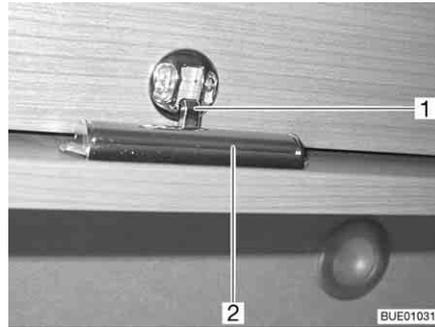

Bild 46 Möbelklappe mit Entriegelungsleiste
- Entriegelungsleiste (Bild 46,2) auf der Innenseite der Möbelklappe drücken und gedrückt halten.
- Möbelklappe herunterdrücken, bis die Verriegelung (Bild 46,1) hörbar einrastet.